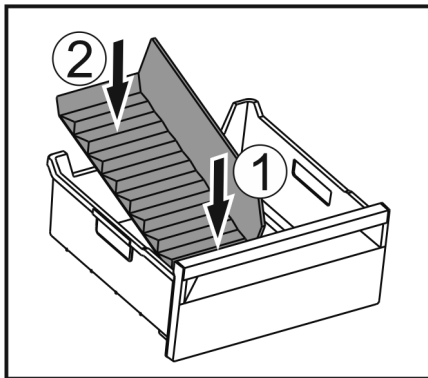

Fig. 107
- ▶ Вставити передню частину перегородки відділення для льоду. Fig. 107 (1)
- ▶ Опустити задню частину перегородки відділення до дна ящика для кубиків льоду. Fig. 107 (2)